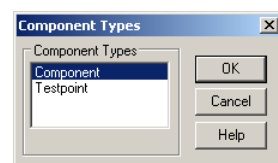

Рис. 14. Выбор типа компонента.
33. В появившемся диалоговом окне Component Types (рис. 14) с помощью мыши выберем тип компонентов Component и нажмем кнопку OK.